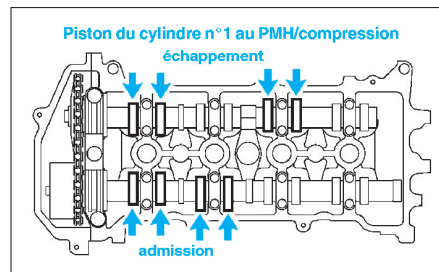

FIG. 23
- À l'aide d'un jeu de cales, mesurer (uniquement les soupapes indiquées) l'espace entre le poussoir de soupape et l'arbre à cames (fig. 23).